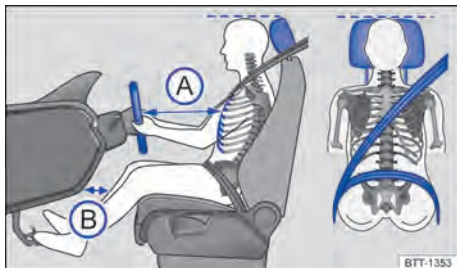

Fig. 21 Distância correta do condutor em relação ao volante, posição correta do cinto de segurança e ajuste correto do apoio para cabeça.
- Ajustar o banco de modo que a distância entre o volante e o tórax tenha no mínimo 25 cm → Fig. 21 (A) e que o condutor possa segurar o volante pela borda externa com as duas mãos e os braços ligeiramente flexionados.
- Ajustar o banco do condutor na direção longitudinal de modo que os pedais possam ser acionados com as pernas ligeiramente arqueadas e a distância para o painel de instrumentos na área do joelho seja de, no mínimo, 10 cm → Fig. 21 (B).
- Para os bancos com apoio para cabeça: ajustar o apoio para cabeça de modo que a sua borda superior se encontre preferencialmente na mesma linha da parte superior da cabeça → Fig. 21 – porém não abaixo da altura dos olhos. Posicionar a parte posterior da cabeça o mais perto possível do apoio para cabeça.